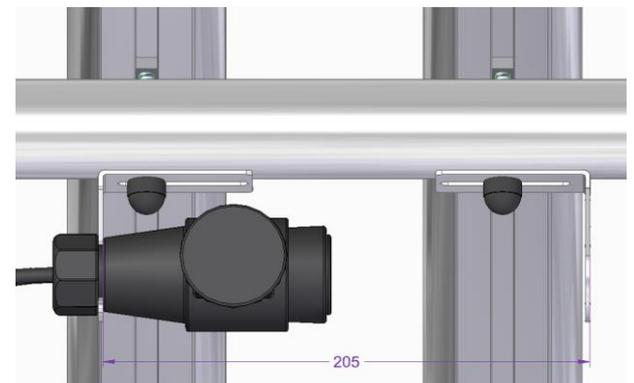

Abbildung 15
Nachdem die Beleuchtungsleiste montiert wurde, können Sie den Kabelbaum mit grünem und gelben Bajonettstecker an den Leuchten anschließen. Stecken Sie den gelben Bajonettstecker in die Leuchte mit Nebelschlusslicht auf der Fahrerseite und den Grünen in die Leuchte mit Rückfahrlicht auf der Beifahrerseite ein. Klippen Sie das Kabel in die Stangenhalter (21) und heben Sie den 13-poligen Stecker an das Auslegerrohr für die ungefähre Montageposition der Halter (6). Um die Halter (6) zu befestigen, lösen Sie die Schrauben, mit denen die Fahrradschiene, der Kunststoff-Clip, die Einlegewanne oder die Gepäckbox befestigt ist. Halten Sie den Halter (6) erneut an die ungefähre Position von und montieren Sie ihn mit der Unterlegscheibe und Schraube, mit der gleichen Schraube, die Sie davor gelöst haben (6Nm). Tragen Sie vor dem Verschrauben Schraubensicherungslack auf das Gewinde der Schrauben auf! Falls diese Schraube zu kurz sein sollte, verwenden Sie die nächst-längere Schraube, die im Lieferumfang enthalten ist (10 oder 11 oder 12 oder 13). Montieren Sie nun den anderen Halter im Abstand von ca. 205 mm (Beispielbild Abb. 15).